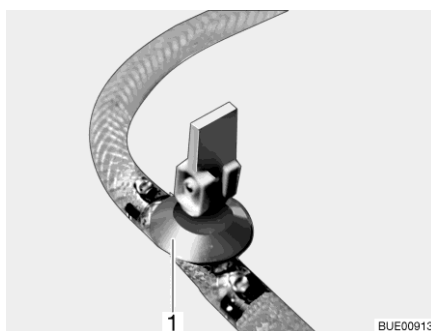
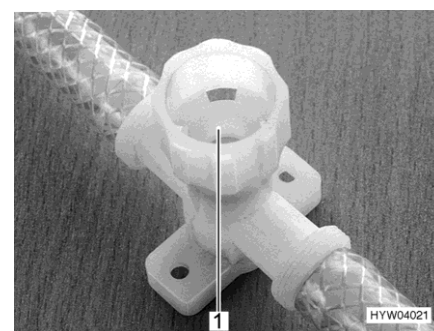

Fig. 182 Robinet de vidange (avec levier à bascule)
Fig. 183 Robinet de vidange (avec capuchon tournant)
- Fermer tous les robinets de vidange. Placer pour ce faire le levier à bascule (Fig. 182,1) à l'horizontale ou faire tourner le capuchon du robinet de vidange (Fig. 183,1) dans le sens des aiguilles d'une montre.